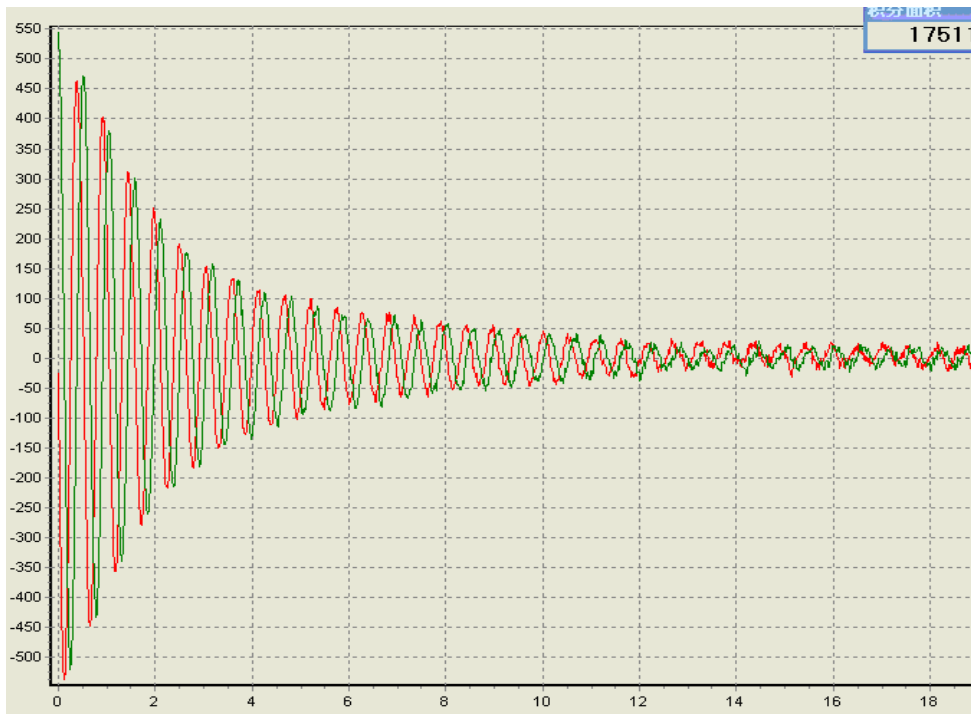
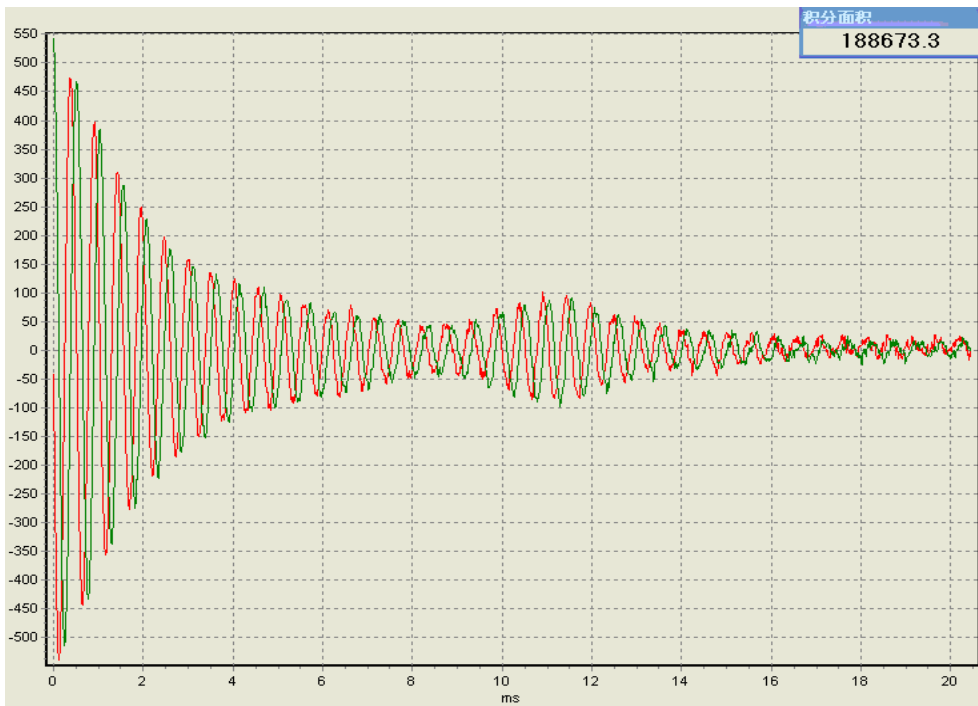

图8 D1 为 10000 时出现的波形
图9 D1 为 4500 时候出现的波形
8、将 D1 时间分别设置为 1000、3000、5000、8000、10000（见图 6），然后使用单次采集  工具，此时出现初步结果，观察此时信号的情况。如图 8 所示为 D1 等于 10000 时出现的波形。如图 9 所示 D1 改变为 4500 时候出现的波形。